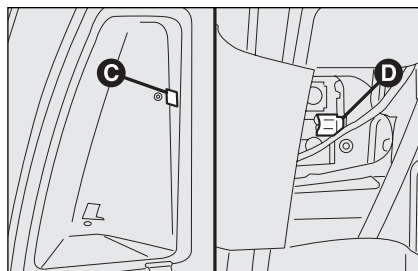

fig. 37
- ☐ mediante la patilla **C-fig. 37** abra la tapa de acceso al grupo óptico trasero;